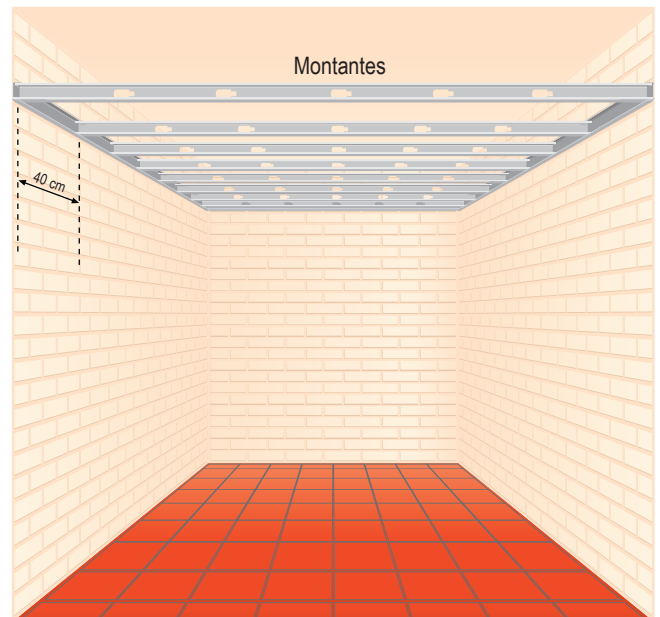

FIG. 2
- 3 Posteriormente se ubican los montantes utilizando las soleras que ya se colocaron como guías con una separación máxima entre ejes de montantes de 0.40 m. Las fijaciones entre perfiles montantes y soleras se realizan con tornillos autoperforantes del tipo T1. (Fig 2)